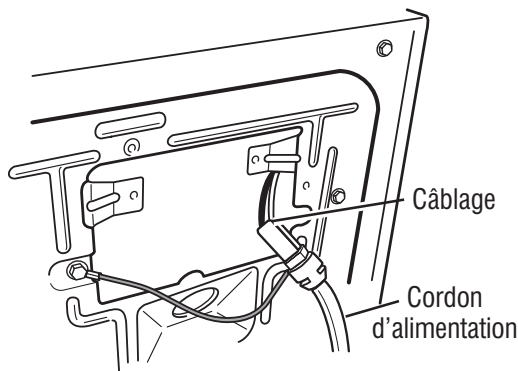
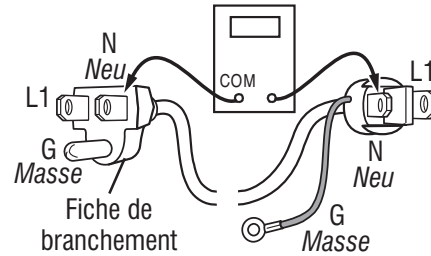

Figure 5 - Raccordement entre cordon d'alimentation et câblage pour une sècheuse à gaz.
Figure 6 - Bornes du cordon d'alimentation électrique, sècheuse à gaz.
3. Vérifier que le cordon d'alimentation est correctement raccordé au câblage de la sècheuse. Voir figure 5.
5. Avec un ohmmètre, vérifier la continuité entre la broche neutre (N) de la fiche de branchement et la broche P8-3 (conducteur blanc) du MCA. La partie gauche de l'illustration à la figure 6 identifie la position de la broche neutre (N) de la fiche de branchement. Voir également figure 2, page 41.
- S'il n'y a pas de continuité, défaire la connexion entre le conducteur blanc du câblage principal et le cordon d'alimentation, à l'emplacement indiqué à la figure 5. Tester la continuité du conducteur neutre du cordon d'alimentation selon les indications de la figure 6. S'il y a un circuit ouvert, remplacer le cordon d'alimentation. Sinon passer à l'étape 6.
- S'il n'y a pas de continuité, contrôler la continuité sur le cordon d'alimentation d'une manière similaire à ce qui est décrit à la figure 6, mais pour le conducteur L1 du cordon d'alimentation.